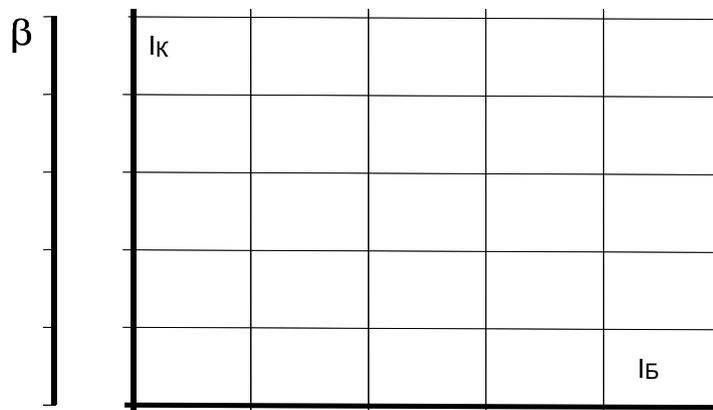

Рис. 4.2.3.
- На семействе кривых $I_k(U_{кэ})$ выберите какое-либо постоянное напряжение $U_{кэ}$ (например, 5 В) и на рис. 4.2.3 постройте зависимость $I_k(I_b)$ для этого значения напряжения $U_{кэ}$. Рассчитайте и на этом же рисунке постройте график $\beta(I_b) = \Delta I_k / \Delta I_b$. Нанесите шкалы по осям.